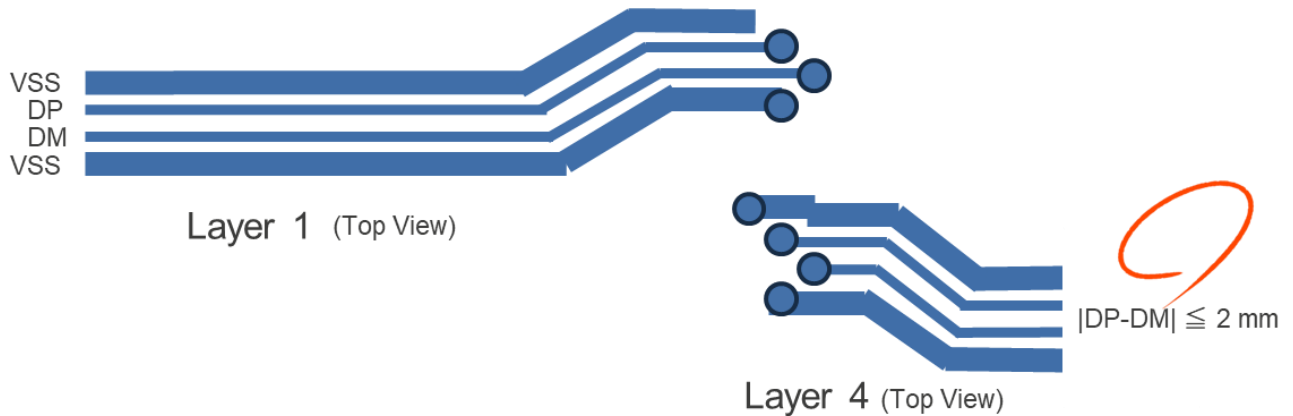

図 16. USB/差動対の推奨設計イメージ図 (平面図)
- ・差動信号 (DP,DM) は、差動インピーダンス $90 \Omega \pm 10 \%$ でペア配線 (等長, 平行, 等幅, 同曲げ数, 同 TH 数) 設計する。配線長差の目安は 2 mm 以内。USBVSS でシールドする (図 16)。シールド出来ない場合、他信号 (特に、大電流が流れるパターンや高速信号パターン) と隣接並走させない。極力交差もさせない。隣接層の-slot/スリットも回避する。